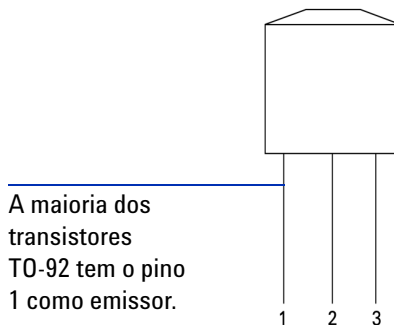

Figura 5-7 Transistor TO-92
- 3 Neste exemplo, usaremos um TJB com encapsulamento TO-92, como na **Figura 5-7**.